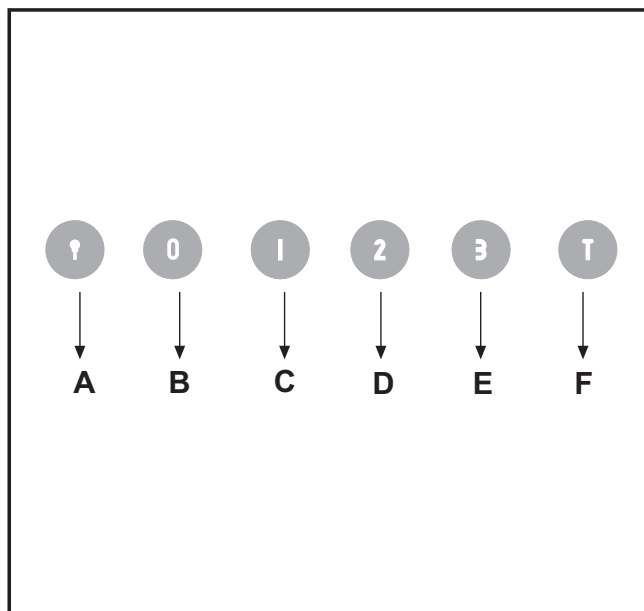

Fig.5
• **BEDIENUNG:** (Abb.5) MIT BELEUCHTUNG die Symbolbezeichnungen sind folgend wiedergegeben: